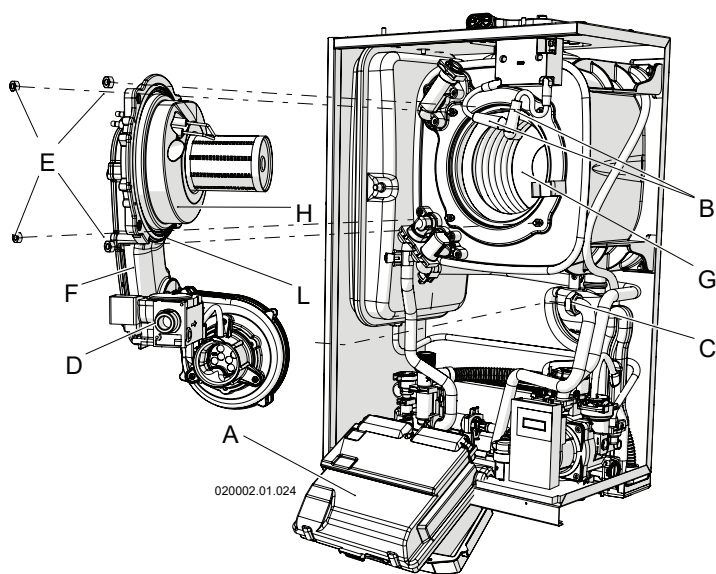
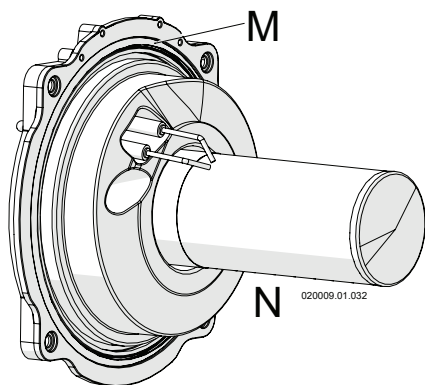

Figura 8-2 - Smontaggio gruppo ventilatore-bruciatore
Figura 8-3 - Gruppo bruciatore
Quando non è diversamente specificato fare riferimento a Figura 8-2.
**ATTENZIONE!!!** La guarnizione "M" di Figura 8-3 garantisce la tenuta della camera di combustione. Se la guarnizione è danneggiata **NON** riutilizzarla, deve essere sostituita assieme al gruppo bruciatore. Per la sostituzione consultare il costruttore.
**ATTENZIONE!!!** Ogni volta che si effettua la pulizia del bruciatore e dello scambiatore primario occorre verificare il buono stato degli isolanti termici "G" e "H" di Figura 8-2. Se necessario sostituirli (richiedendo gli appositi kit assieme alla guarnizione del bruciatore "M" di Figura 8-3).
**ATTENZIONE!!!** La guarnizione "M" di Figura 8-3 garantisce la tenuta della camera di combustione, indipendentemente dal suo stato, va sostituita almeno ogni due anni.